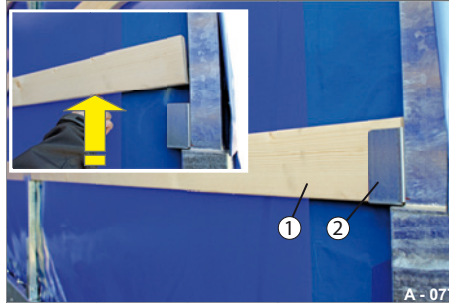

Abb. 81 Einstecklatten ausstecken
- ▶ Stecken Sie die obersten Einstecklatten (Abb. 81/1) von einer Seite aus - benutzen Sie ggf. die Teleskop-Bedienstange.